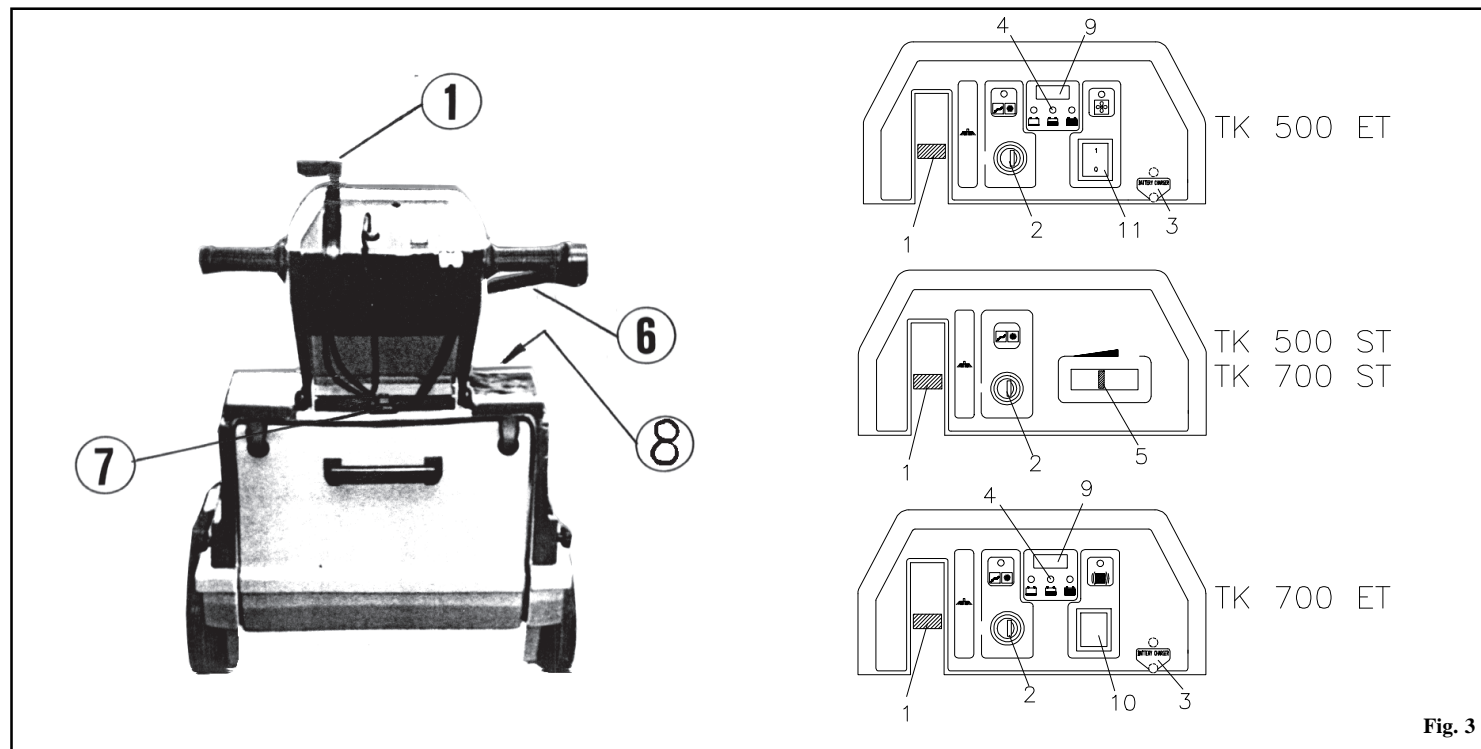

Fig. 3
- Levante a alavanca da escova **pos. 1, Fig. 3**, na posição **OFF**.
comutador de chave, **pos. 2, Fig. 3**, do painel de instrumentos. Para informações mais pormenorizadas sobre o motor, deve consultar o manual específico do motor.
- Verifique se a escova lateral, **pos. 1, Fig. 3** se encontra na posição **OFF**.
- Coloque na posição **ON** o comutador de chave, **pos. 2, Fig. 3**. Depois de ter rodado a chave, espere cerca de 10 segundos antes da máquina arrancar. Verifique com o indicador, **pos. 4, Fig. 3**, se a bateria está completamente carregada antes de começar a trabalhar e, no caso contrário, ponha a bateria a carregar.
- Puxe a alavanca de tracção, **pos. 6, Fig. 3**, e efectue a limpeza. Se for necessário, accione a alavanca, **pos. 1, Fig. 3**, levando-a para a posição **ON** para inserir a escova lateral.
- Verifique se a escova lateral, **pos. 1, Fig. 3**, se encontra na posição **OFF**.
- Coloque a alavanca do acelerador, **pos. 5, Fig. 3**, para a posição **START**.
- Coloque a chave, **pos. 2, Fig. 3**, para a posição **ON**.
- Accione o acelerador, **pos. 5, Fig. 3**, doseando o regime pretendido.
- No final do trabalho, se a escova lateral tiver sido utilizada, **pos. 1, Fig. 3**, posicione-a na posição **OFF**. Coloque a alavanca do acelerador na posição **START** e desligue a máquina, colocando o comutador de chave, **pos. 2, Fig. 3**, na posição **OFF**. Feche o tampão da gasolina, **pos. 3, Fig. 4**.
- Ligue a tomada, **pos. 3, Fig. 3**, a um carregador de baterias com capacidade de **12 V 10 A**.
A vida útil da bateria depende da manutenção de rotina e do nível de descarga atingido. Não descarregue a bateria para além do limite assinalado pela luz piloto, **pos. 4, Fig. 3**. Uma vez atingido o limite máximo da bateria, a máquina pára e a bateria deve ser recarregada para poder recommear a trabalhar.
- A) Com o dispositivo de sacudir o filtro adequado, **pos. 7, Fig. 3**, carregue na alavanca e deixe-a deslocar-se de modo que o corpo do dispositivo de sacudir o filtro bata de encontro ao filtro, fazendo o pó soltar-se. Repita esta operação 5 ou 6 vezes.
- A) Mantendo o botão premido, **pos. 10, Fig. 3**, põe-se a funcionar o dispositivo eléctrico de sacudir o filtro. Para limpeza do filtro, mantenha o botão premido cerca de 5 segundos. Repita esta operação 3 ou 4 vezes.